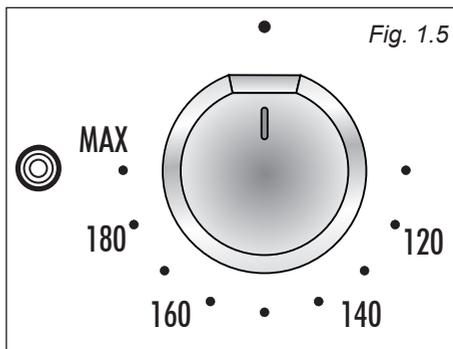

Fig. 1.5
- Ruotare la manopola del termostato sulla temperatura desiderata (fig. 1.5); si accende la spia di temperatura.